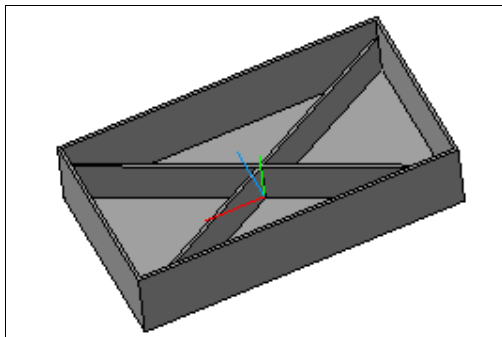

Рис. 28.27. Модель Коробка
- ◆ нажмите кнопку **Создать объект**. Система создала в модели тонкую стенку. Самостоятельно создайте в этой модели ребра жесткости (см. модель Коробка в папке Модели к урокам). У вас должно получиться, как на рис. 28.27.